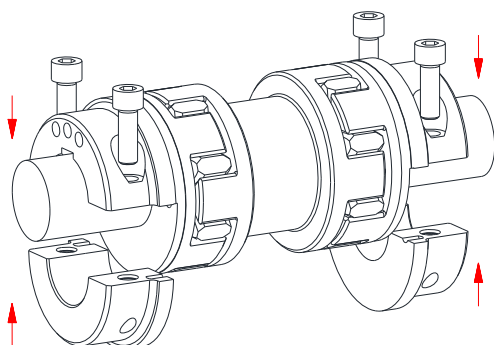

Figura 13: Montagem do módulo sobre os eixos
- Monte a unidade encaixada com as meias concha e os parafusos de aperto sobre as extremidades do eixo da máquina de acionamento e da máquina acionada (ver figura 13).